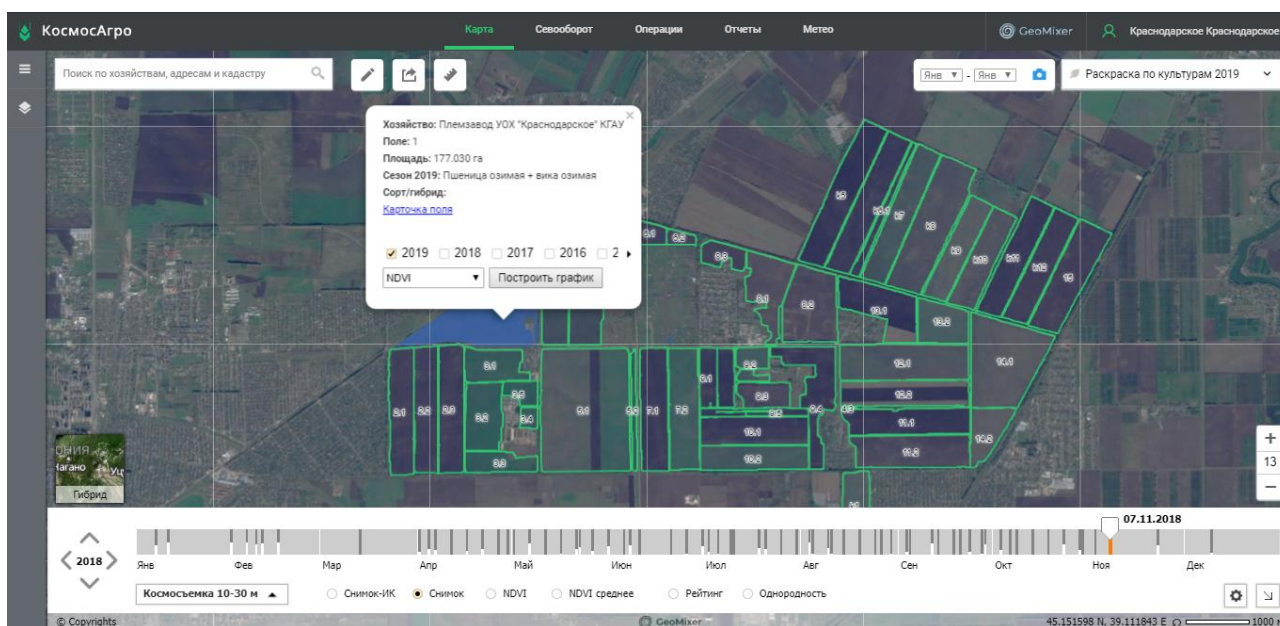

Рисунок 8.8 – Выбор карты поля
3. Выделите поле 1 левой кнопкой мыши (рисунок 8.8). Высветится карта поля, где будет указано наименование хозяйства, номер поля, площадь, культура.